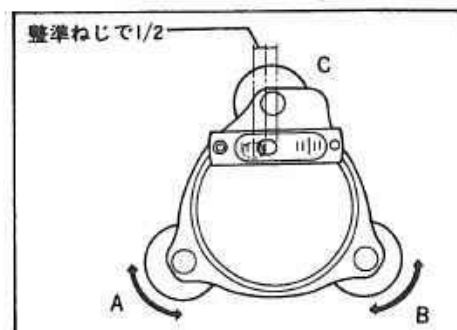

図49
- 3) 次に180°回転し、気泡が中央からずれていれば、ずれた量の $\frac{1}{2}$ を整準ねじA、Bでもどします。(図49)